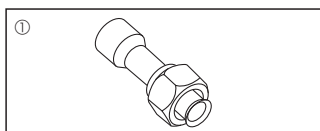

Fig. 1-1
1.6. Tilbehør til udvendig enhed (Fig. 1-1)